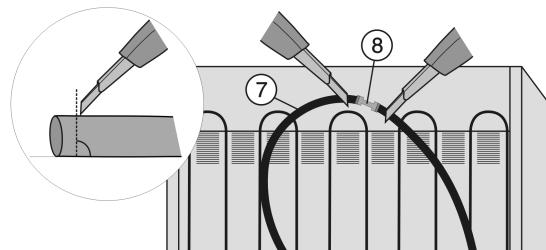

Fig. 35
- ▶ Couper le tuyau d'eau Fig. 35 (7) à l'arrière de l'appareil et derrière le connecteur Fig. 35 (8) (90° en direction du tuyau).